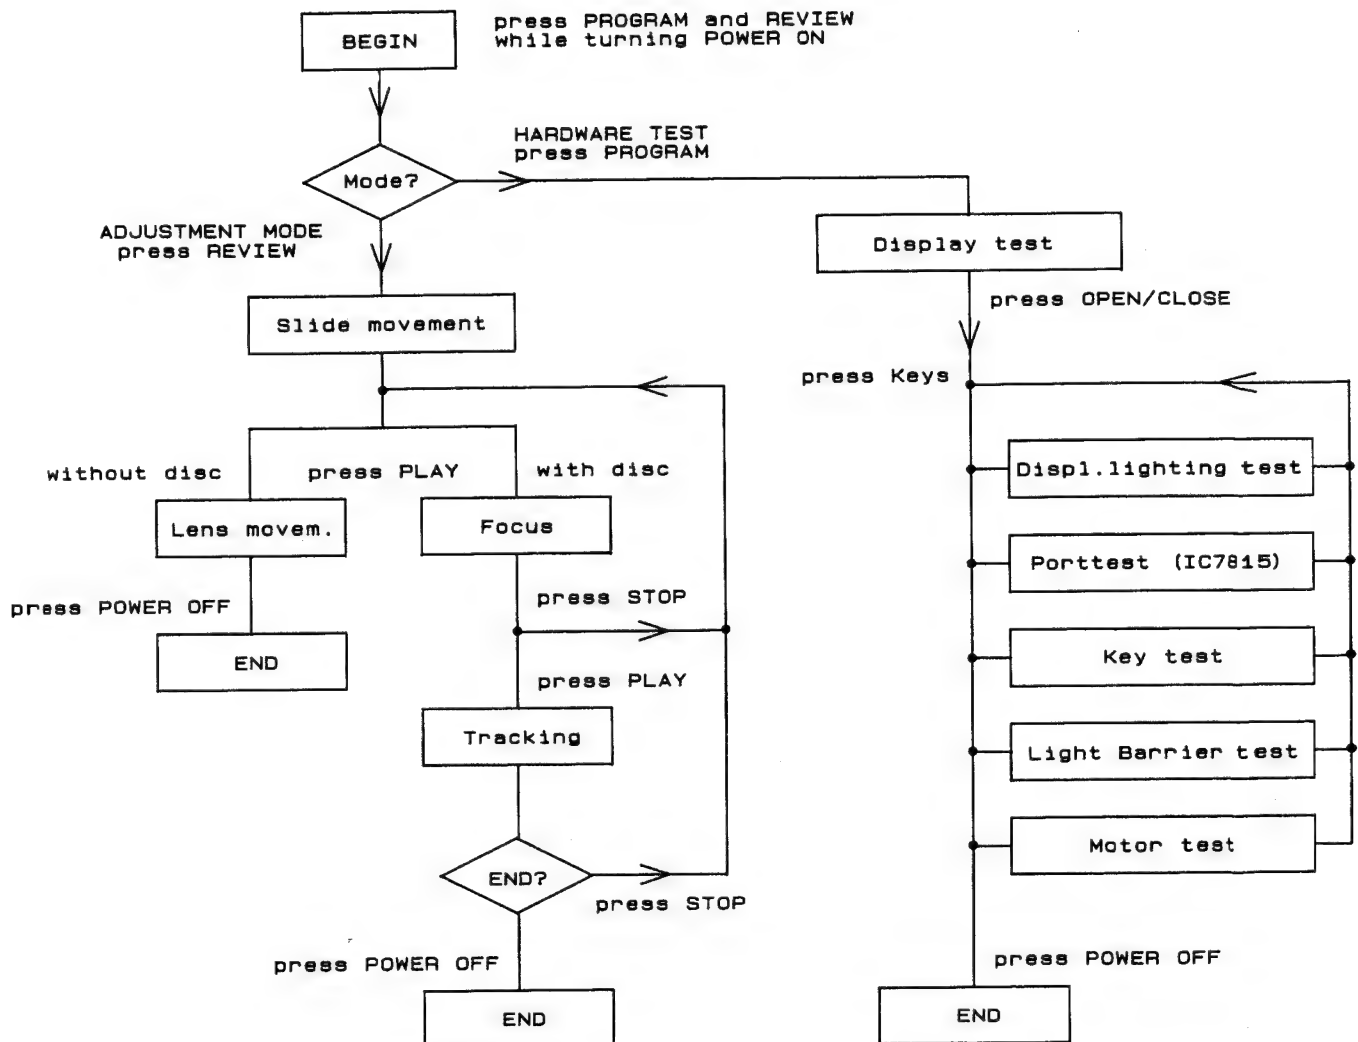

FIG. 1
2. Seitenwände nach außen biegen, und Deckel von hinten beginnend abheben (Fig. 1).
- *) Check display as shown in Fig. 1.
Controllare che il display visualizzi l'immagine di cui alla Fig. 1.